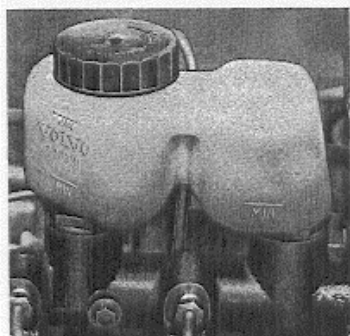

Abb. 58 Bremsflüssigkeitsbehälter
2. Ohne Deckelabnahme kontrollieren, daß der Bremsflüssigkeitsstand im Behälter oberhalb der MIN-Marke liegt (Abb. 58). Gilt für durchsichtigen Bremsflüssigkeitsbehälter.